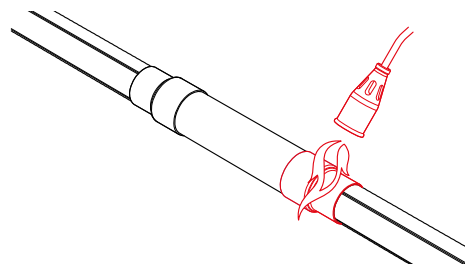

Рис. 4.7.8
8. Произвести операции 6 и 7 с рукавом на другом торце муфты (рис. 4.7.8).